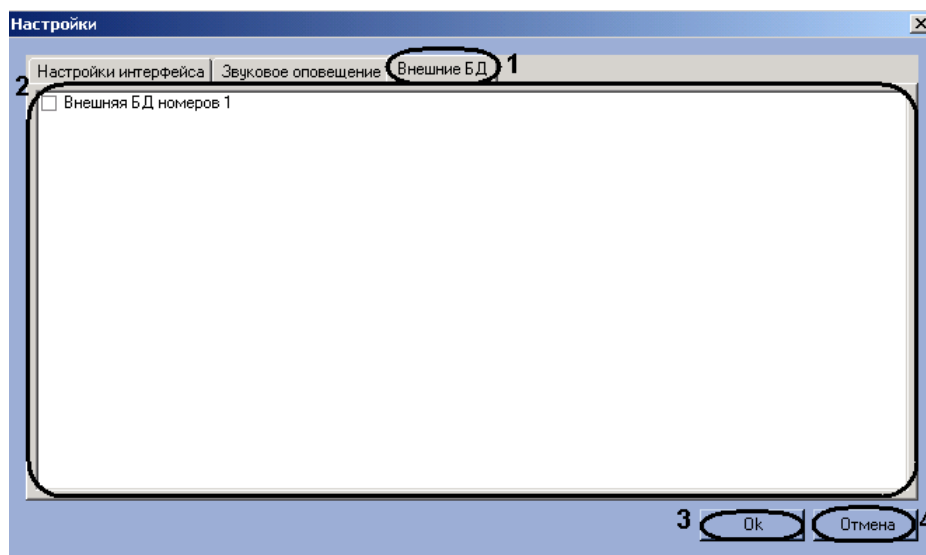

Рис. 7.9—12 Выбор внешних баз данных в качестве баз данных «Оперативного слежения»
4. Установить флажки напротив тех внешних баз данных, которые необходимо использовать в качестве баз данных «Оперативного слежения» (см. Рис. 7.9—12, 2).
5. Для сохранения внесенных изменений и закрытия диалогового окна «Настройки» нажать кнопку «ОК» (см. Рис. 7.9—12, 3).